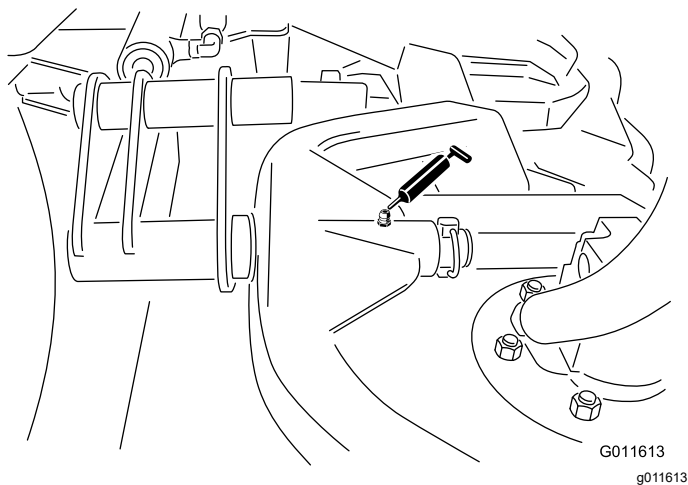

Рисунок 31
- Шарниры несущей рамы режущего блока (по 1 шт.) —Рисунок 31